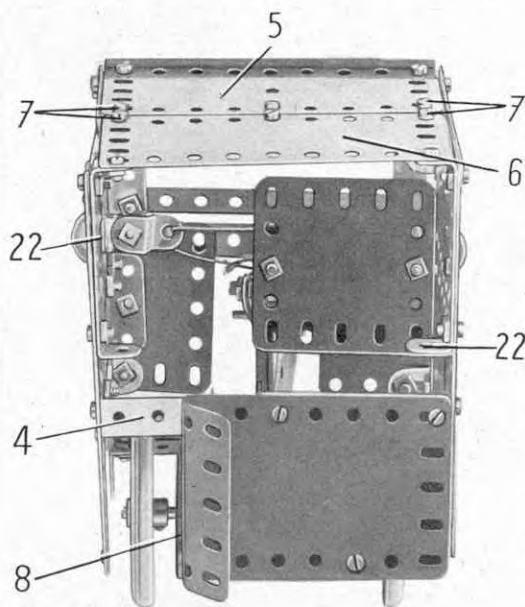

Fig. 4.26b
L'arrière est fixé sur un des côtés par une bande coudée de 60 × 12 mm. et sur l'autre par une bande coudée de 38 × 12 mm. (4). La plaque flexible est en partie repliée sur la figure 4.26b. Le toit est constitué par une plaque à charnières (5) et par une plaque flexible de 11,5 × 6 cm. (6) fixées sur les côtés par des équerres et des bandes coudées de 60 × 12 mm. (22). Ces plaques sont réunies entre elles d'un côté par une bande coudée de 60 × 12 mm., de l'autre par un support plat et au centre par un disque de 35 mm. placé sous le toit. La bande coudée et le support plat sont tenus par les boulons (7), le disque par les boulons (23). Le plancher est constitué par une plaque à rebords de 14 × 6 cm. (8) fixée au bord